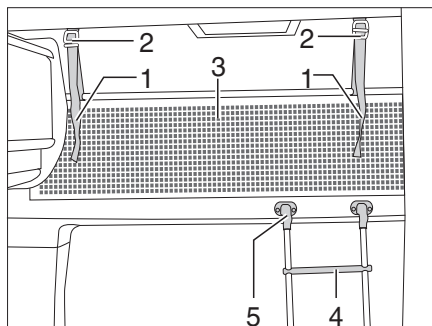

Fig. 149 Letto mansarda
Per salire sul letto mansarda, utilizzare la scaletta di accesso (Fig. 149,4) in dotazione ai modelli di serie.
- Agganciare la scalette con i longheroni nell'apposito supporto (Fig. 149,5) al pannello cieco del letto.
La rete protettiva (Fig. 149,3) è stivata sui modelli di serie tra il materasso e il telaio portamaterasso. Fissare la rete protettiva soltanto dopo che le persone si sono stese nel letto mansarda.
- Fare innestare i nastri di sostegno (Fig. 149,1) nei supporti sul soffitto (Fig. 149,2).